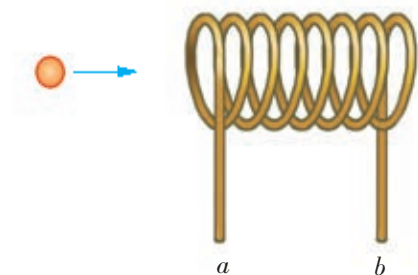

图 2-31
6. 在一个长直螺线管的两个接线端 a, b 上接一个 $i = 5 \sin 50\pi t$ (A) 的交变电流, 一个电子沿螺线管的中心轴飞入螺线管内(图 2-31), 那么该电子的运动情况将会是